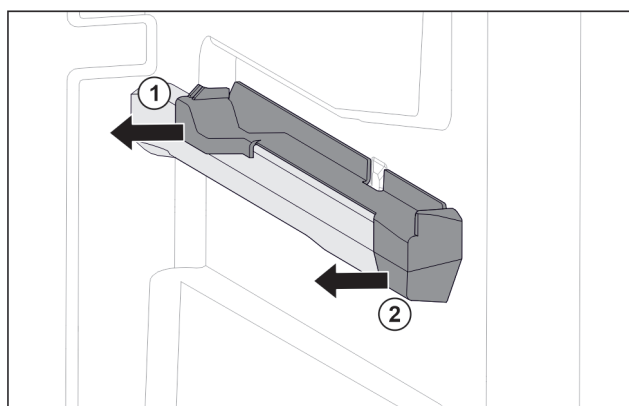

Fig. 118 Nasazovací díl na pravém žebrování na nádoby
- Stáhněte nasazovací díl vzadu na stranu. Fig. 118 (1)
- Stáhněte nasazovací díl vpředu na stranu. Fig. 118 (2)